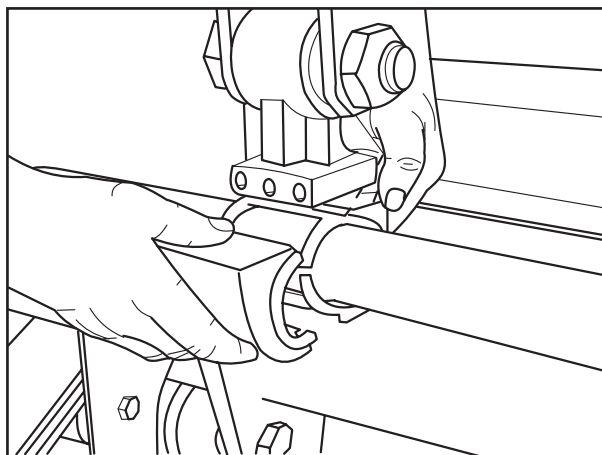

Рис. 7
- [13] Установить полуштулки так, чтобы уплотнения находились в пазах (рис. 7).